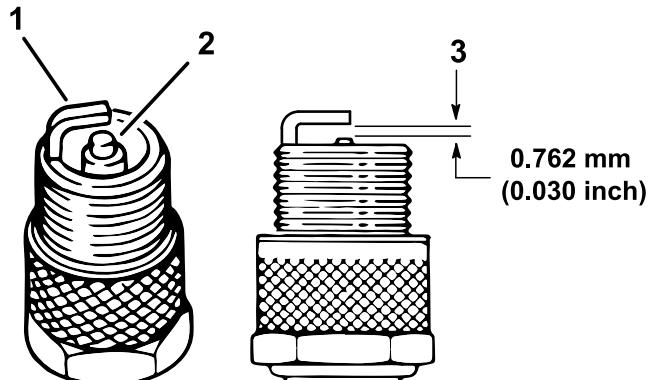

Figura 37
4. Compruebe el estado del electrodo lateral, el electrodo central y el aislamiento del electrodo central para verificar que no están dañados (Figura 37).
5. Ajuste la distancia entre los electrodos central y lateral a 0,762 mm, tal y como se muestra en la Figura 37.